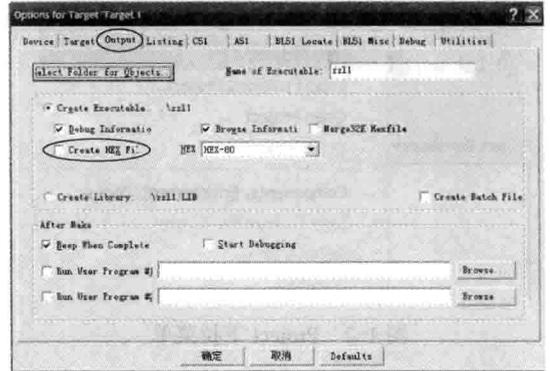

图 1-6 “Output 选项卡”对话框
2) 生成可执行 Hex 代码文件。在 Output 选项卡 “Create Executable” 选择框内打勾 (默认未选)，如图 1-6 所示。